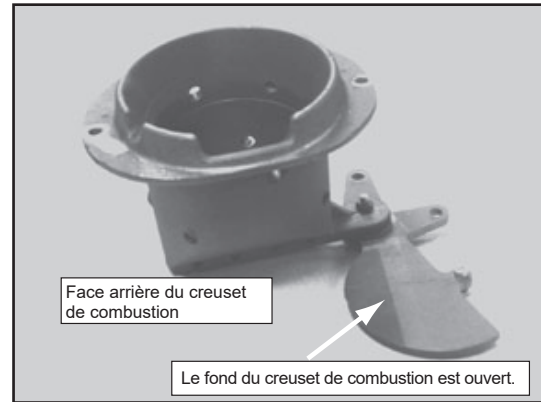

Figure 19.2
- c. Fermez complètement la plaque de fond du creuset de combustion quand vous avez terminé (**Figure 19.2**).